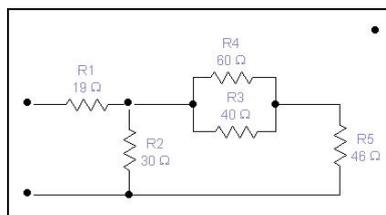

Figura 03. Resistencias en conexión mixta.
**5.4 Resistencias en conexión mixta.-** En una conexión con resistencias eléctricas, se pueden encontrar asociadas las mismas en serie y paralelo, para hallar el valor de la resistencia equivalente, se deberá hallar por partes. En la figura 03 hallar la  $R_e$ , la corriente total, el voltaje en cada resistencia y la corriente en cada resistencia si el voltaje aplicado es de 12 VDC.